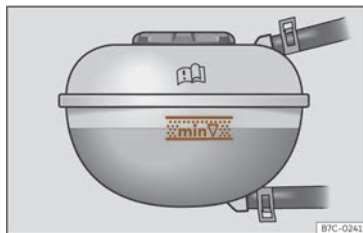

Fig. 191 A l'obertura davantera: marca al dipòsit d'expansió del líquid refrigerant.
- Amb el sistema de propulsió elèctrica fred, comproveu el nivell del líquid refrigerant en les marques laterals del dipòsit d'expansió >>> **fig. 191**. El nivell del líquid refrigerant s'ha de trobar entre les marques.
- El nivell del líquid refrigerant s'haurà de trobar entre les marques del dipòsit d'expansió >>> **fig. 191**. **No sobrepassau mai la vora superior de la zona marcada** >>> .
- En afegir líquid refrigerant, no sobrepassu la vora superior de la zona marcada >>> **fig. 191**. En cas contrari, quan pugi la temperatura, el líquid sobrant s'expulsarà del sistema de refrigeració del motor i podria causar danys.